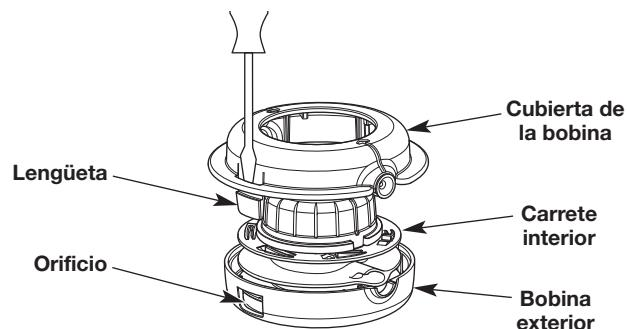

Fig. 5
- c. Suavemente incline el destornillador para desatrabar la lengüeta del orificio (Fig. 5).
- e. Retire la cubierta de la bobina (Fig. 5). **NO** intente extraer ninguna otra pieza del cabezal de corte.
- g. Utilice una tela limpia para limpiar el carrete interior, la bobina exterior y la cubierta de la bobina (Fig. 5).
- h. Se deben alinear las lengüetas de la cubierta de la bobina con los orificios de la bobina exterior (Fig. 5). Oprima la cubierta de la bobina sobre la bobina exterior hasta que las lengüetas entren a presión firmemente en los orificios.